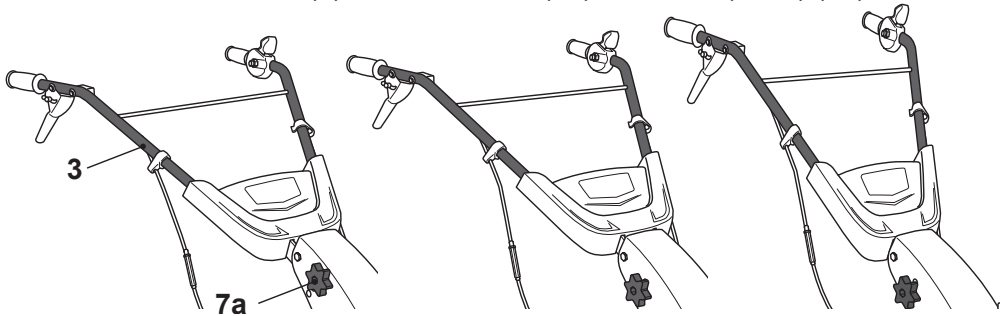

Fig. 12
- > Afloje las perillas (7a) y extráigalas junto con los pernos (cortos) (7b) en ambos lados del soporte de la empuñadura (7).
- > Ajuste el manillar (3) hasta la posición deseada (Fig. 12).
- > Seguidamente, fije el manillar (3) con las perillas (7a) y los pernos (cortos) (7b).